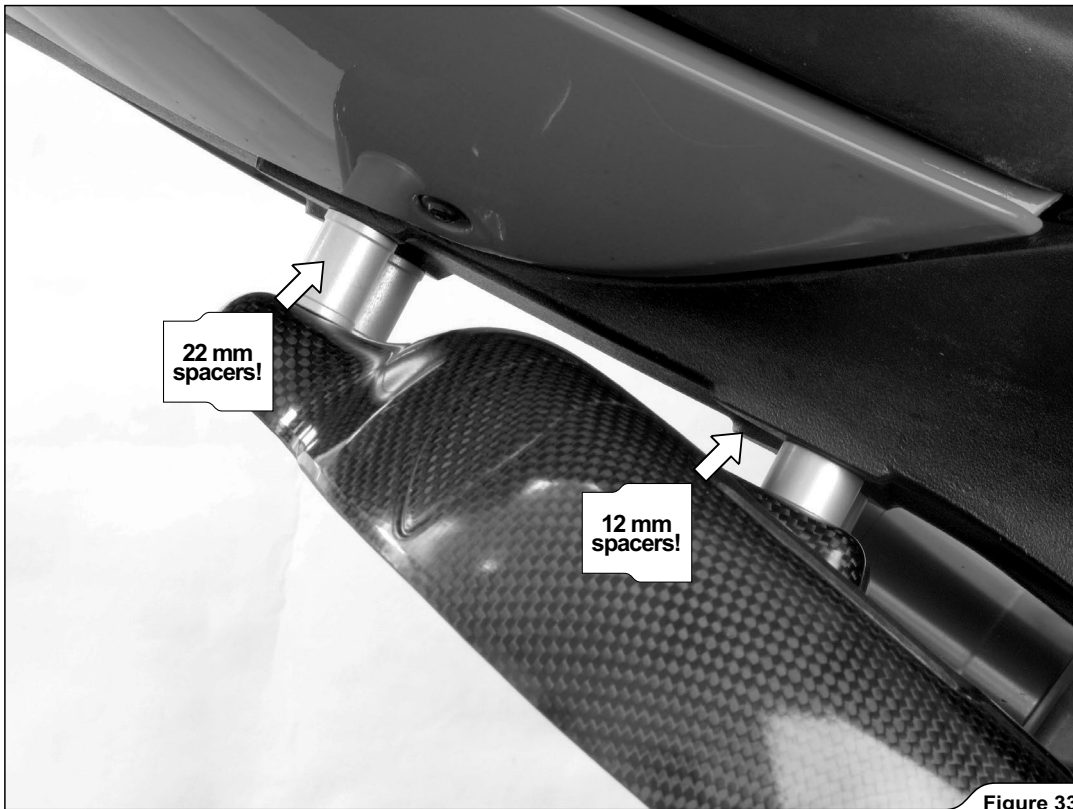

Figure 33
- ! 注意: スペーサーを正しく取り付けてください (図 33)!